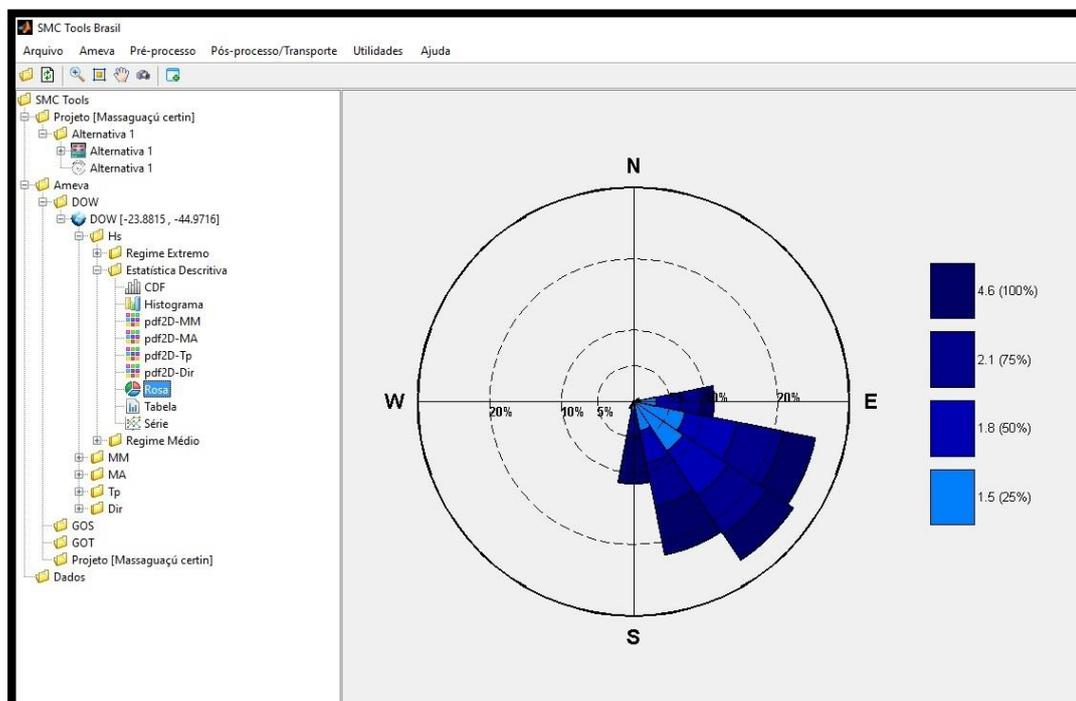
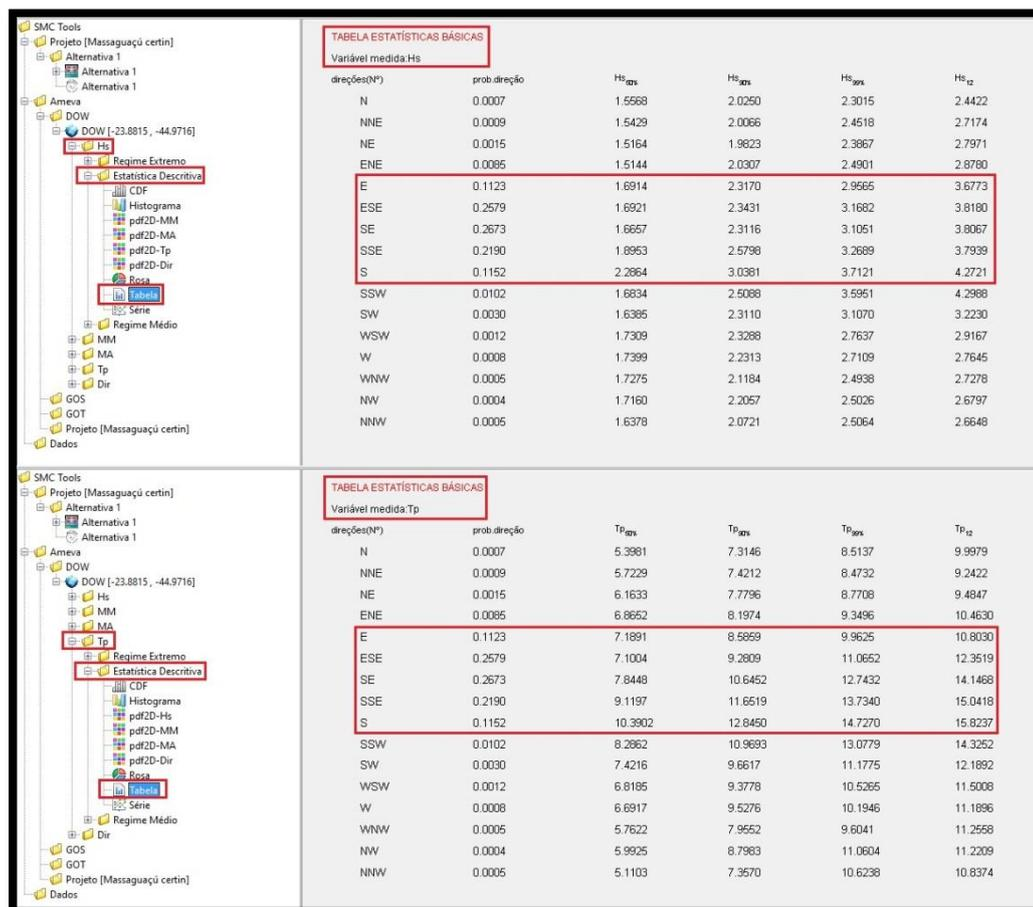
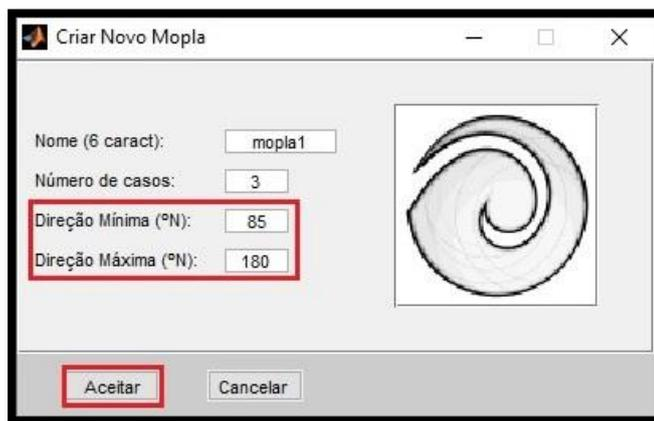
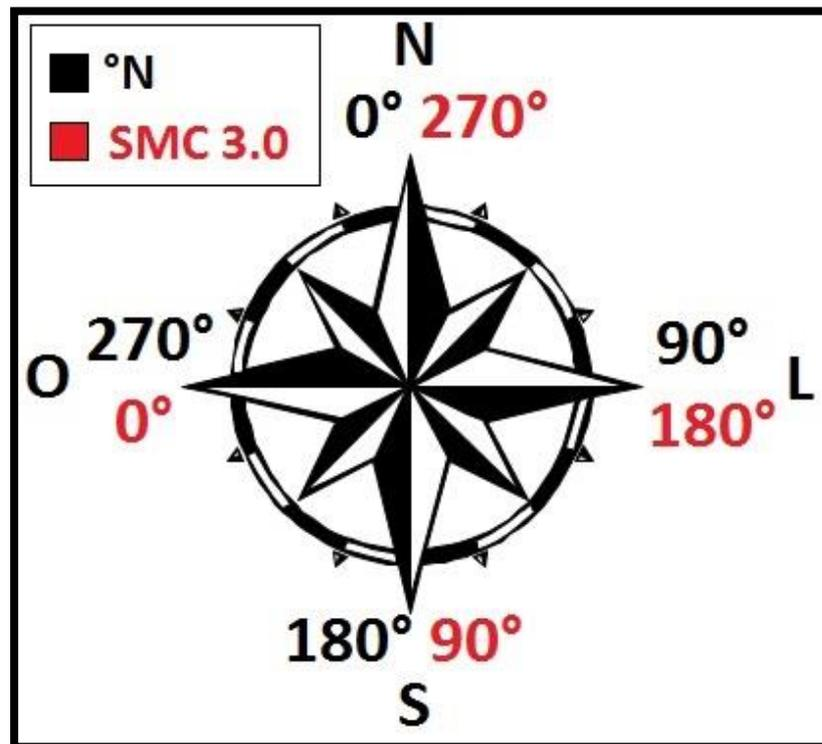

Figura 25 – Rosa de frequência direcional de ondas, relativa ao ponto DOW selecionado, obtido pelo módulo AMEVA.
Figura 26 – Acima: Tabela de estatísticas da altura significativa de onda. Abaixo: Tabela de estatísticas do período de pico de onda.
Figura 33 – Janela de criação de um novo MOPLA com 3 casos.
Figura 34 – Orientação SMC 3.0 e SMC Tools (°N).
O gráfico da rosa de direção das ondas (Figura 25), por exemplo, dá informações das ondas incidentes predominantes na área de estudo sendo, neste caso, ondas correspondentes ao segundo quadrante (E-S). Já a “Tabela com as estatísticas de altura de onda” e a “Tabela de estatística do período” (Figura 26) mostram informações sobre a probabilidade de ocorrência das ondas incidentes na área. Aquelas com maior ocorrência foram destacadas com o retângulo vermelho. Com estas informações desenha-se e orienta-se as malhas de propagação no próximo tópico.
A partir das análises estatísticas, escolhe-se as seguintes direções de ondas como direções principais de propagação: E, ESE, SE, SSE e S (ver Figura 26). A partir destas direções será determinado o número de malhas necessárias e suas orientações. As malhas devem ser o mais ortogonal (eixo y) possível à direção média
- 59) Clicar em “Criar Mopla” para iniciar a seleção dos casos mais representativos. Neste momento, é carregada a base de dados do ponto selecionado e realiza-se internamente uma análise estatística com o IH-AMEVA (processo consideravelmente demorado devido à grande quantidade de dados). Finalizada essa etapa, abrirá uma nova janela "Criar Novo Mopla" (Figura 33) que permite definir os parâmetros dos casos a serem propagados.
- 60) Nessa nova janela, a nomeação do novo MOPLA deve conter 6 caracteres exatos e essa prática será nomeada como "mopla1". Feito isso, incluir os mesmos valores encontrados na Figura 33. Finalmente, clicar em “OK”.
IMPORTANTE: Em geral o SMC 3.0 considera o Oeste=0° aumentando em sentido anti-horário, seja na criação de suas malhas, orientação da praia, frentes de onda, etc. Já o SMC Tools considera a orientação normalmente utilizada (°N) que tem o Norte como 0° aumentando em sentido horário (Figura 34). As direções mínima e máxima na Figura 33 são definidas no SMC Tools, portanto em graus °N. Considerando o ângulo da malha de leste de 175° no SMC 3.0 (95°N no SMC Tools), escolhe-se o ângulo de direção mínima de entrada das ondas como 85°N, pois como é visto na tabela da Figura 26, a incidência de ondas nordeste já não é relevante. Já o ângulo de entrada das ondas de sul, neste exemplo, é de 180°, pois também é visto que as ondulações acima desse ângulo (sudoeste) são desconsideráveis. Assim tem-se uma simulação contemplando, de fato, as ondulações mais frequentes nesta praia. E além das análises estatísticas de ondas do ponto DOW, também a orientação da praia é levada em consideração para definição da direção de entrada das ondas.